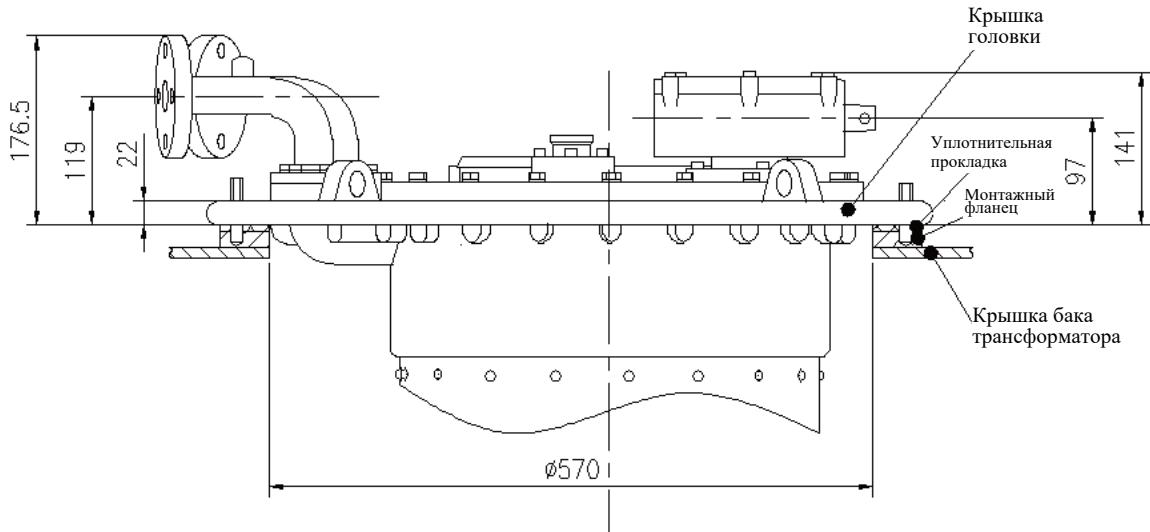

Рисунок 10 Монтажное отверстие
- 2) Поднимите масляный бак за головку устройства РПН так, чтобы он оказался над монтажным фланцем трансформатора. Осторожно опустите его в бак трансформатора через монтажное отверстие на крышке (Рисунок 10).